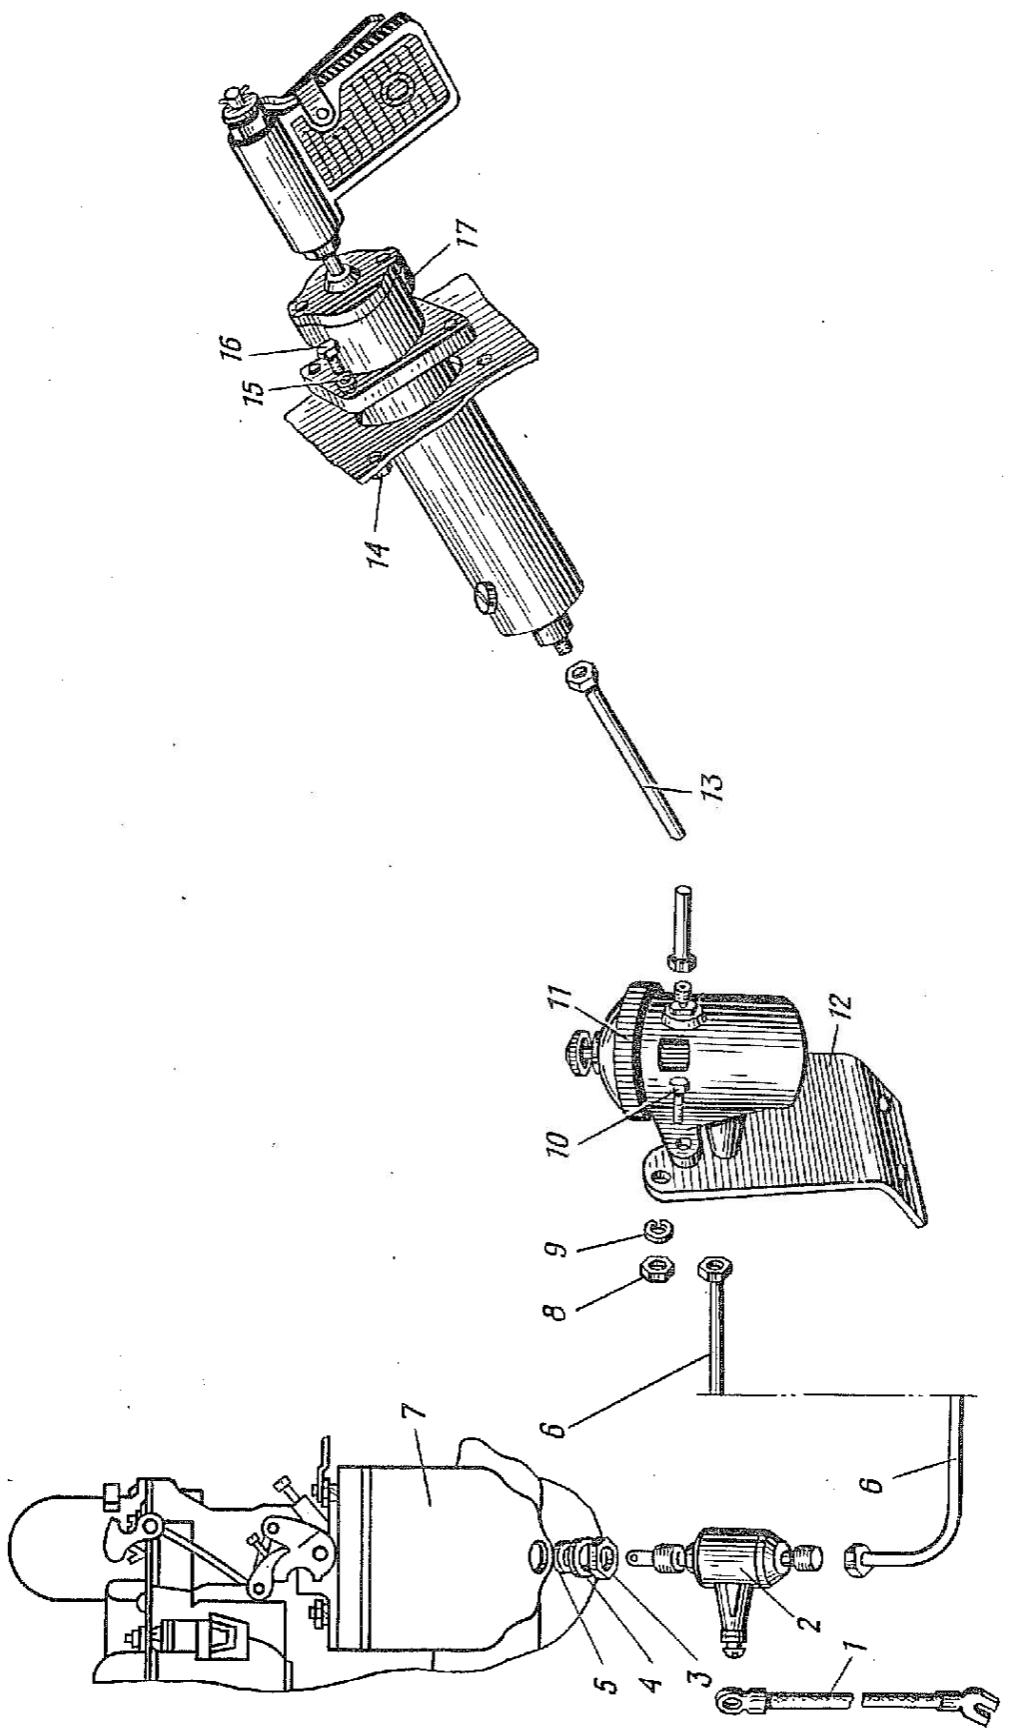

Рис. 43. Система экстренного пуска двигателя:
1.3. Отвернуть крышку смесителя 11 (рис. 43) и вынуть из корпуса смесителя капсулу, наполненную легковоспламеняющейся жидкостью «Арктика». Навернуть крышку на корпус.
1.11. Отвернуть накидную гайку со штуцера распылителя 2 (рис. 43), вынуть из козырька масляного радиатора резиновую втулку и снять эмульсионную трубку 6 (ключ 10, отвертка 150×0,5).
2.1. Установить плоскую 4 (рис. 43) и уплотнительную 5 шайбы на распылитель 2, ввернуть распылитель во впускной коллектор 7 и закрепить стопорной гайкой 3 (ключ 13).
2.7. Установить смеситель 11 (рис. 43) на кронштейн 12 и закрепить болтами 10 и гайками 8 с пружинными шайбами 9 (ключи 12 и 13).